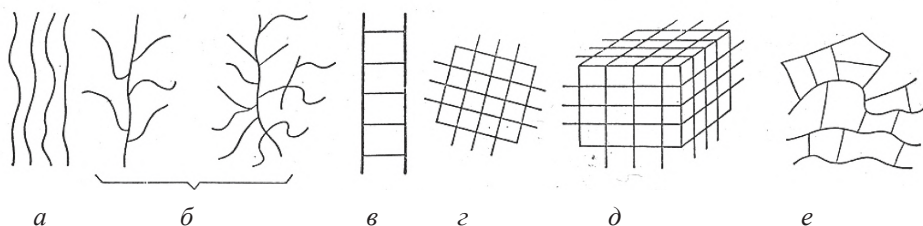

Рис. 3.1. Основные типы пространственного строения макромолекул:
7. Полимеры классифицируют по геометрическому строению основной цепи макромолекулы. Есть полимеры с линейными, лестничными, паркетными, разветвленными (в т. ч. гребне- и звездообразными) и трехмерными (пространственными или «сшитыми») макромолекулами. Есть и другие разновидности пространственного строения макромолекул (рис. 3.1).